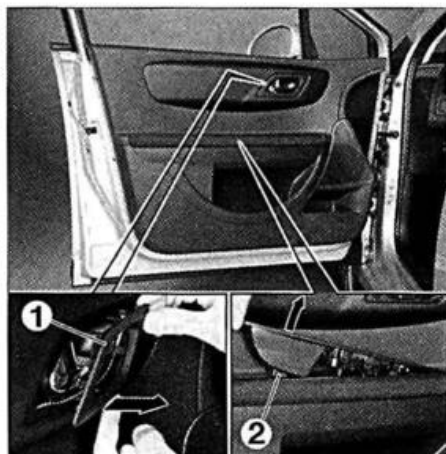
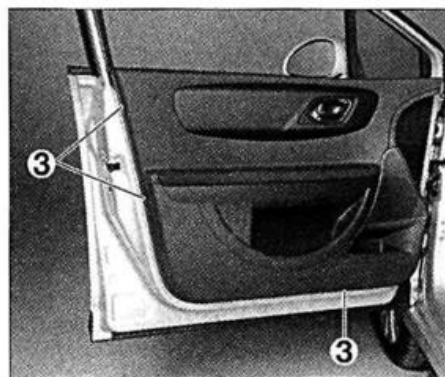

FIG. 42
FIG. 43
- Desmontar el marco de empuñadura interior (1) (fig. 42).
- Desmontar el tornillo de fijación (2) y desmontar el conjunto de mandos de elevavinas.
- Desmontar los tornillos de fijación (3) (fig. 43).